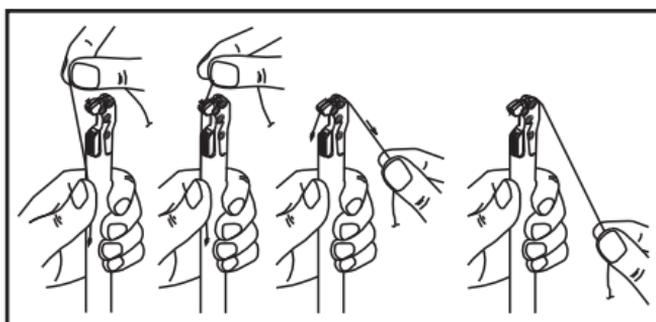

Figure 1.
1. Placer l'aiguille de suture dans le porte-aiguille à l'extrémité distale du dispositif attrape-suture Capio. Engager l'aiguille de suture dans le porte-aiguille en tirant doucement sur la suture, en veillant à ce que l'aiguille soit totalement insérée dans le porte-aiguille. (Voir la figure 1.)